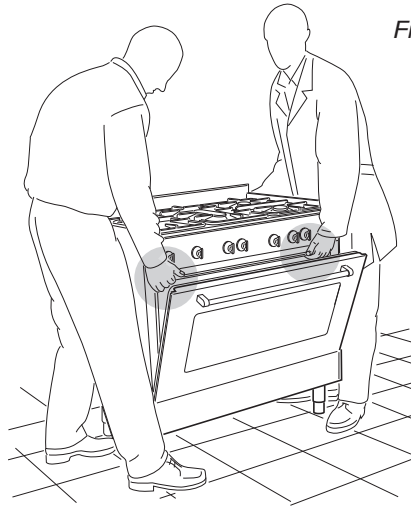

Fig. 1.6
**VARNING:** Det måste vara två personer som höjer spisen till upprätt läge. Detta skyddar de höjdbarbara benen från skador (Fig. 1.6). Skjut inte spisen på plats eftersom detta kommer att skada spisens bas och ben!
Dra aldrig i spisen när den flyttas (Fig. 1.8). Se till att benen lyfts ovanför golvytan (fig. 1.6).